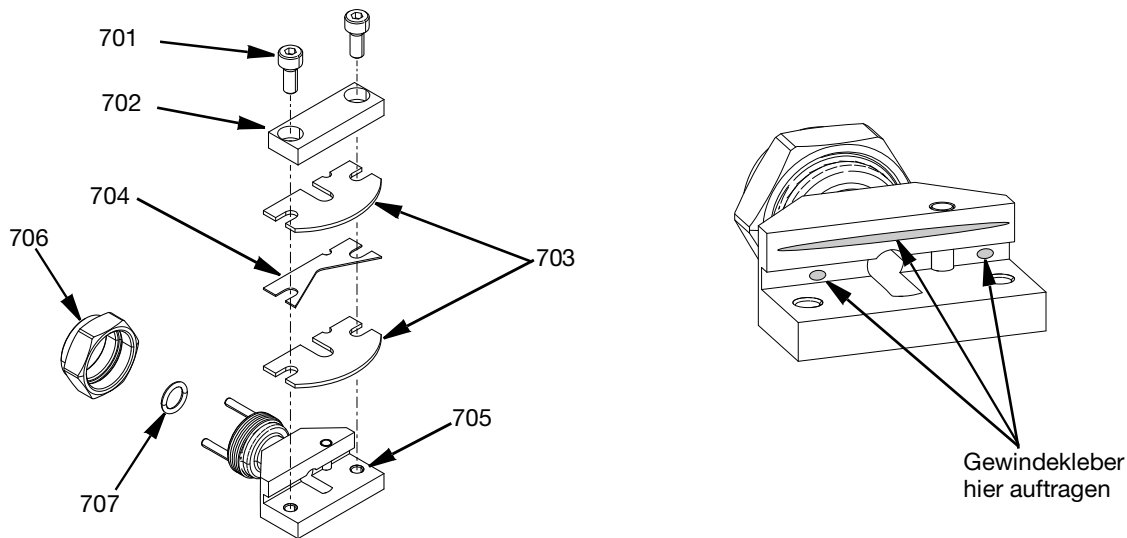

ABB. 41
2. Legen Sie das Düsendistanzstück (704) zwischen die beiden äußeren WC-Düsenplatten (703) und richten Sie die Kerben in den Teilen aus.
3. Tragen Sie blaues, mittelfestes Schraubensicherungsmittel, Loctite® 242 oder gleichwertig, auf die in ABB. 41.
4. Legen Sie die Sandwichstücke gegen die Stufe der Gehäusedüse (705) und richten Sie die Kerben mit dem Fixierstift in der Gehäusedüse aus.
5. Setzen Sie die Klemme (702) so ein, dass die Aussparung für den Materialkanal in Richtung des Materialkanals zeigt, und ziehen Sie sie mit zwei M4 SHC-Schrauben (701) fest. Mit einem Drehmoment von 3,3 N•m (29,2 in-lb) festziehen. Siehe ABB. 41.